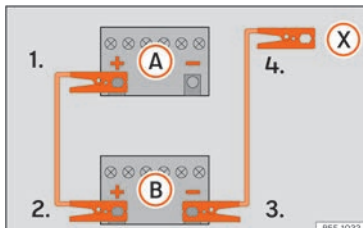

Abb. 43 Anschlussschema für Fahrzeuge ohne Start-Stopp-System.
2. Klemmen Sie ein Ende des roten Starthilfekabels an den Pluspol (+) des Fahrzeuges mit der entladenen Fahrzeugbatterie (A) \ggg **Abb. 43**.
3. Klemmen Sie das andere Ende des roten Starthilfekabels an den Pluspol (+) des Strom gebenden Fahrzeuges (B).
- 3a. *Bei Fahrzeugen ohne Start-Stopp-System:* klemmen Sie ein Ende des schwarzen Starthilfekabels an den Minuspol (-) des stromgebenden Fahrzeuges (B) \ggg **Abb. 43**.
- 3b. *Bei Fahrzeugen mit Start-Stopp-System:* ein Ende des schwarzen Starthilfekabels (X) an einen geeigneten Masseanschluss, ein massives, fest mit dem Mo-